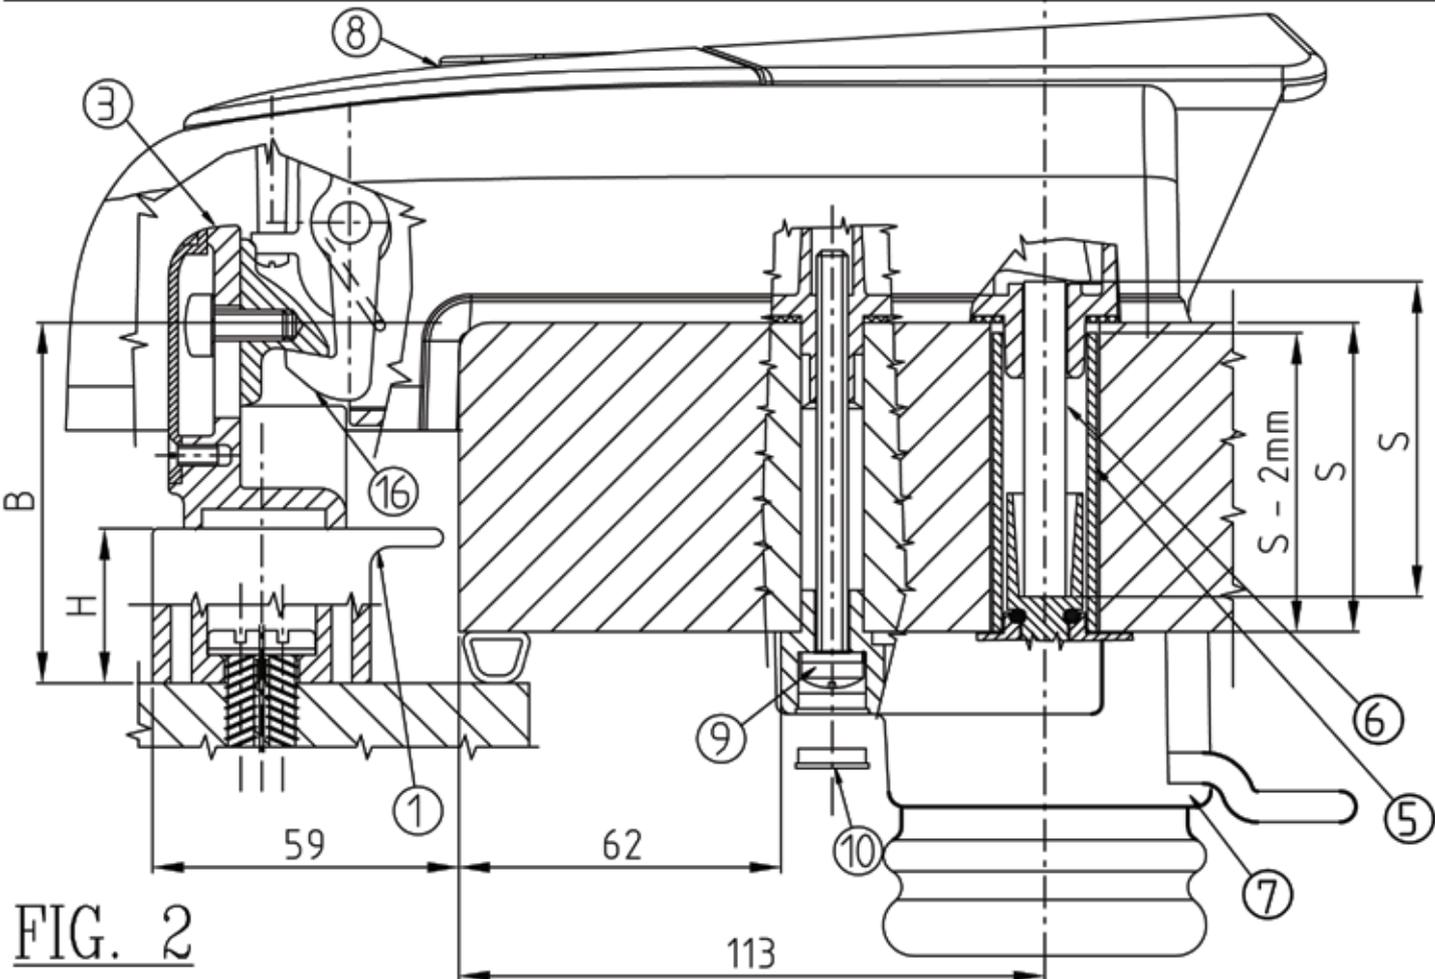
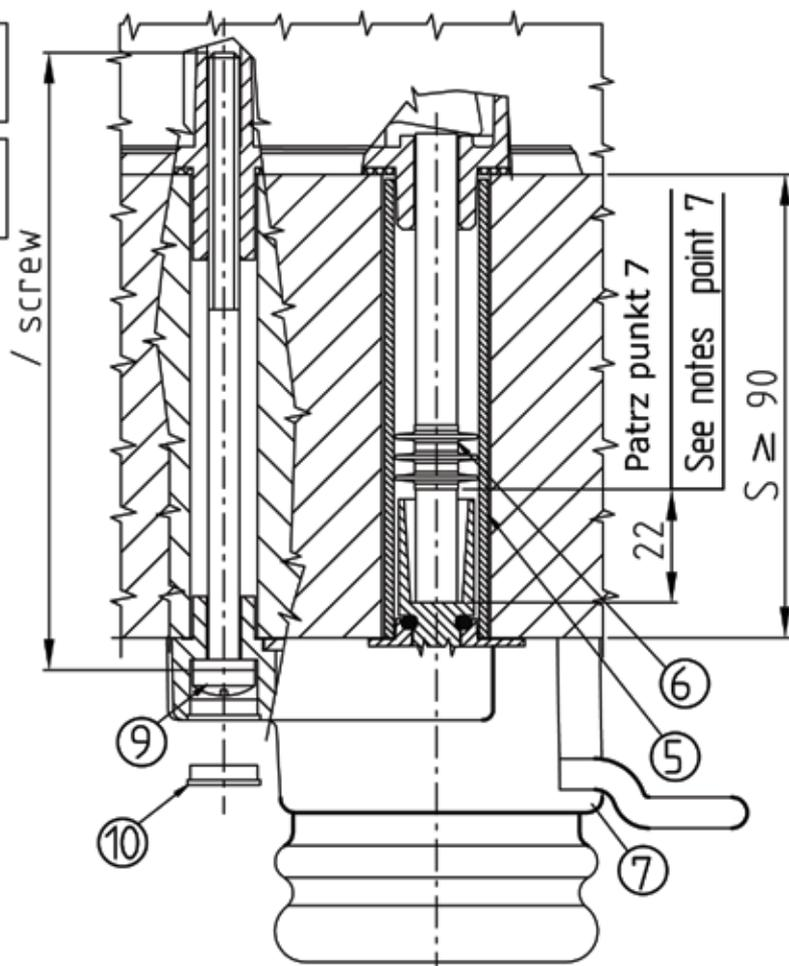

FIG. 2
FIG. 4
- 5 - fig.2 uciąć rurkę **(5)** o 2mm krótszą od płata "S" a długość bolca **(6)** dokładnie jak "S"
- 6 - fig.2 włożyć rurkę **(5)** do otworu o średnicy 21mm
- 7 - fig.4 przy grubości płata 90mm i większych przewidziano bolec z uszczelnieniem.
- 8 - fig.2 założyć zamek zewnętrzny **(8)** w odpowiednie otwory na płacie
- 9 - fig.2 włożyć bolec **(6)** w rurkę **(5)** tak jak w pkt. 7
- 10 - fig.2 włożyć część wewnętrzną zamka **(7)** w odpowiednie otwory na płacie
- 11 - fig.2 włożyć 4 śruby **(9)** z podkładkami w odpowiednie otwory i dokręcić **uważając, żeby nie wgnieść płata!!!**
- sprawdzić czy bolec (6) został włożony i przycięty właściwie (jak w pkt. 5)
- sprawdzić czy rurka (5) jest we właściwej długości i nie wystaje ponad płat (jak w pkt. 5)
- 12 - fig.2 - włożyć 4 zaślepki **(10)** w odpowiednie miejsca wewnętrznej części zamka
- 5 - fig.2 cut the tube **(5)** 2 mm less than the dimension "S", cut the internal bar **(6)** same dimension "S".
- 6 - fig.2 insert the tube **(5)** into  $\varnothing$  21 mm hole;
- 7 - fig.4 for door thickness less or equal 90mm, internal bar with gasket is predicted.
**The dimension "22" must be respected. The bar end indicated with dimension "22", must be insert into the internal device's housing (7).**
- 8 - fig.2 place the external handle **(8)** into the proper door housings.
- 9 - fig.2 insert the cutting bar **(6)**, (as per point 5), into the tube **(5)**. **Verify the correct bar application as per point 7.**
- 10 - fig.2 place the internal safety device **(7)** in to the proper housings.
- 11 - fig.2 insert the 4 screws with rings **(9)** into their housings and tighten them. **Taking care to avoid the panel compression !!**
- 12 - fig.2 insert the 5 taps **(10)** into the respecting safety inside device's housings;